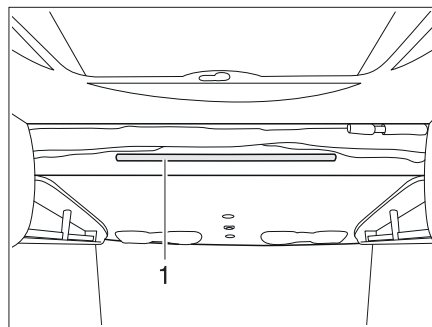

Fig. 162 Letto basculante, elettrico
- Agganciare la scaletta di accesso al letto basculante con i due archetti nella barra di sostegno (Fig. 162,1).